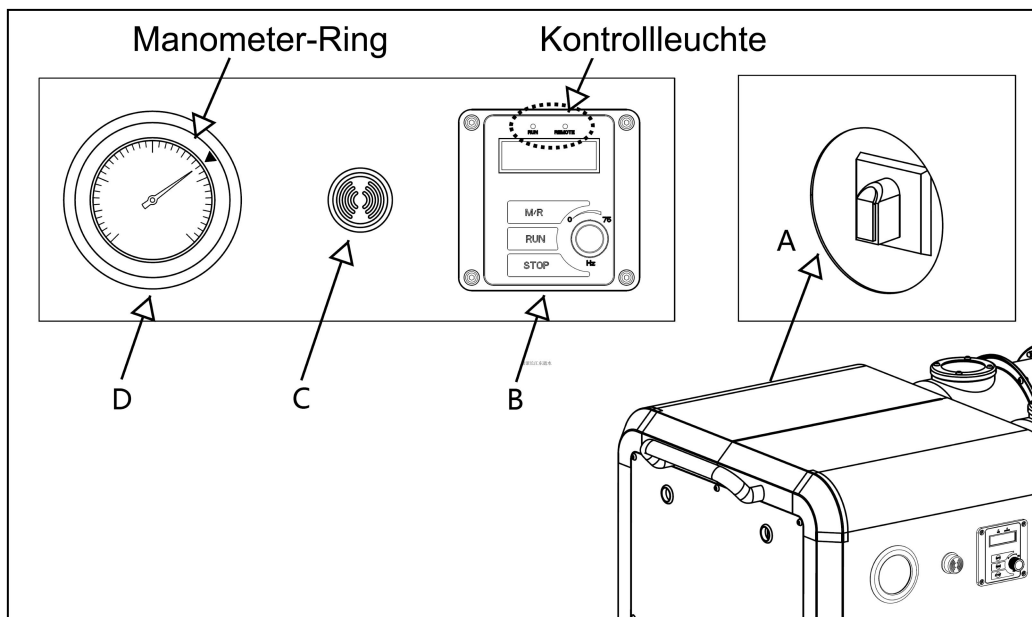

Abb.13
5.1 Die Bedienung und Anweisungen der elektrischen Komponenten (Abb.13)
5.2 Die Bedienung des Manometers (Abb.13)